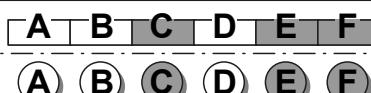

Fig. 4.6
2. Déterminer l'heure d'arrêt de la cuisson en pressant le poussoir "C" (ceci fait paraître le temps de cuisson déjà sommé à l'heure de la montre) et le poussoir "F" (fig. 4.6); si l'heure a été dépassée, reculer en pressant le poussoir "E".